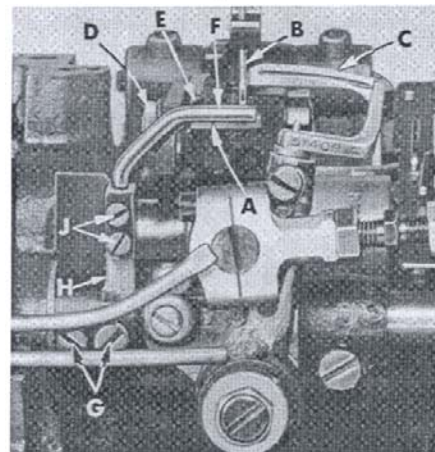

Fig. 11
Set the rear needle guard (A, Fig. 11) horizontally so that it barely contacts the rear of the needle (B) when at its most forward point of travel. It should be set as low as possible, yet have its guarding surface in contact with the looper (C), moving to the left, is even with the needle. To move needle guard forward or backward, merely loosen screw (D), move needle guard as required and retighten screw (D). To raise or lower the needle guard, loosen screw (D) and turn screw (E) clockwise to lower or counterclockwise to raise. Retighten screw (D) after guard is properly set.
Stellen Sie den hinteren Nadelanschlag (A, Fig. 11) horizontal so, dass dieser knapp den hinteren Teil der Nadel (B) berührt, wenn er am vordersten Punkt seiner Bewegung ist. Er sollte so niedrig wie möglich sein, jedoch sollte seine Oberfläche in Kontakt mit der Nadel sein, bis die Greiferspitze (C), die sich nach links bewegt, eben mit der Nadel ist. Um den Nadelanschlag nach vorne oder nach hinten zu bewegen, lösen Sie Schraube (D), bewegen Sie den Nadelanschlag nach Bedarf und ziehen Sie die Schraube (D) wieder an. Zum Höher- oder Tieferstellen des Nadelanschlags, lösen Sie Schraube (E) und drehen Sie die Schraube im Uhrzeigersinn zum Tieferstellen oder im Gegenuhrzeigersinn zum Höherstellen. Ziehen Sie die Schraube (D) wieder an nachdem der Nadelanschlag richtig eingestellt ist.
Set the front needle guard (F, Fig. 11) so that it barely contacts the needle (B) until the point of the looper (C), moving to the left, is just past the left side of the needle. The looper may brush, but not pick at the needle. The front needle guard should be set as low as possible to meet this condition yet not contact the rear needle guard or looper at any time. To move needle guard forward or rearward, loosen screws (G), rotate needle guard holder (D) as required and retighten screws (G). To raise, lower or rotate needle guard, loosen screws (J), reposition as necessary and retighten screws after guard is properly set.
Stellen Sie den vorderen Nadelanschlag (F, Fig. 11) so ein, daß er knapp die Nadel (B) berührt bis die Greiferspitze (C) bei ihrer Linksbewegung gerade links an der Nadel vorbei ist. Der Greifer kann die Nadel leicht berühren jedoch nicht anstoßen. Der vordere Nadelanschlag sollte so niedrig wie möglich eingestellt sein, um die Voraussetzungen zu erfüllen jedoch zu keiner Zeit den hinteren Nadelanschlag oder Greifer berühren. Um den Nadelanschlag nach vorne oder hinten zu verschieben, lösen Sie die Schrauben (G), drehen Sie den Halter für Nadelanschlag (D) wie erforderlich und ziehen Sie die Schrauben (G) wieder an. Um den Nadelanschlag zu erhöhen, zu senken oder zu drehen lösen Sie die Schrauben (J), stellen Sie ihn nach Bedarf ein und ziehen Sie die Schrauben nach korrekter Einstellung wieder an.